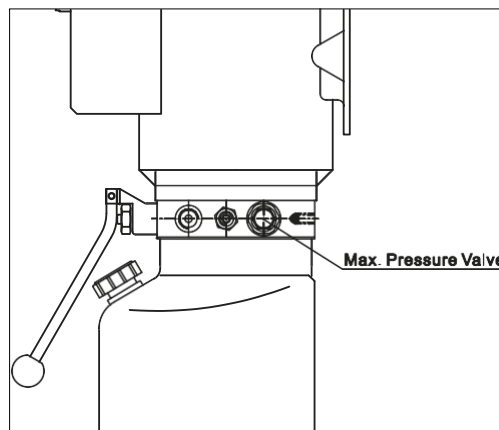

*Рис. 12* Правильное распределение веса автомобиля
Необходимо установить автомобиль на подъемнике таким образом, чтобы его вес был правильно распределен на лапах (*рис.12*). Для безопасности подъемника и сотрудника следует помнить
- ◆ Автомобиль правильно расположен на подъемнике (*рис.12*).